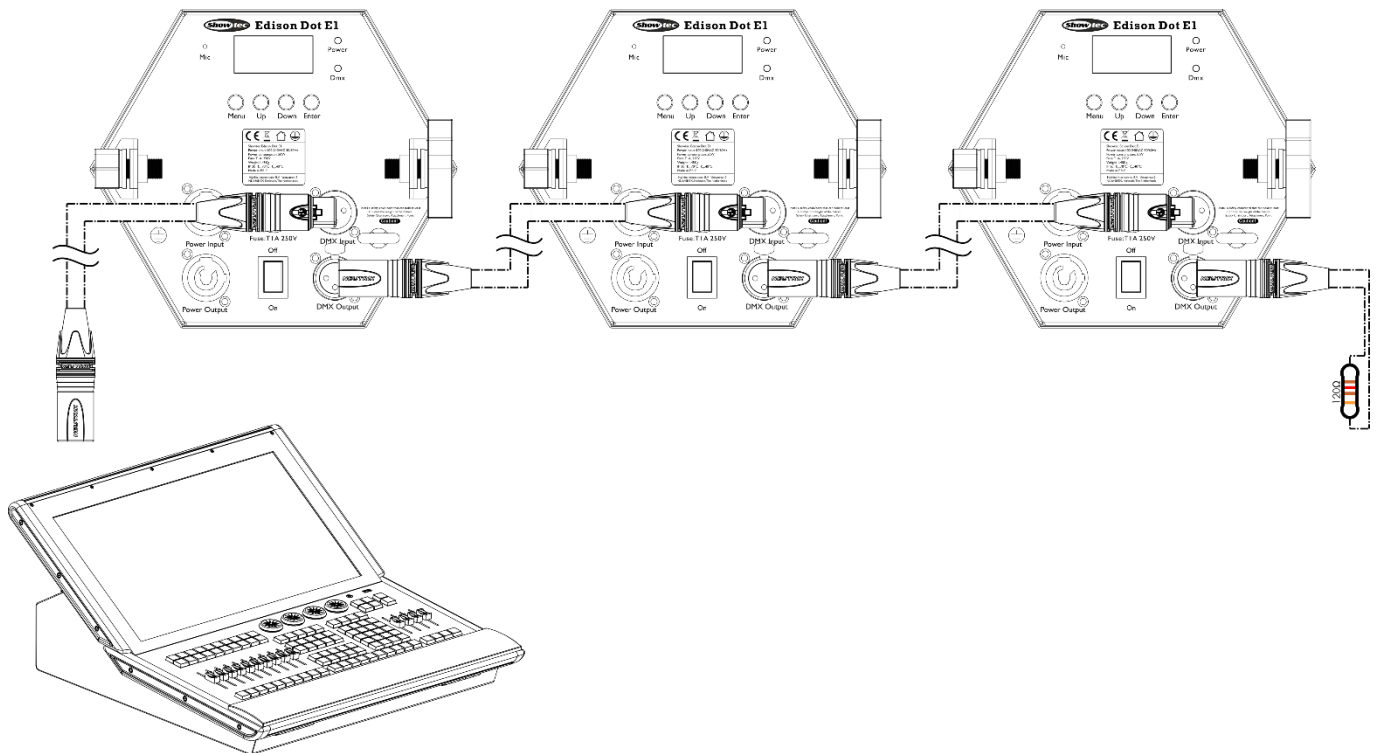

Fig. 05
- 04) Collegare le unità come indicato nella Fig. 05. Collegare un controller luci alla presa DMX "in" del primo dispositivo, servendosi di un cavo DMX. Collegare la presa "out" della prima unità alla presa DMX "in" della seconda unità, servendosi di un cavo di segnale DMX. Ripetere questo processo fino a collegare il resto delle unità.